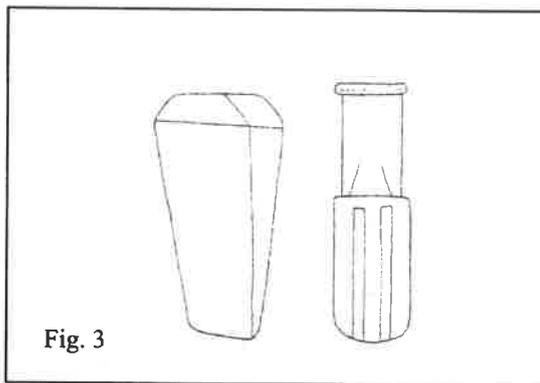

Fig. 3
- Il ne devra pas être utilisé de masses, merlins, coins, haches, présentant des bavures. Celles-ci devront, le cas échéant, être enlevées périodiquement par forgeage ou meulage. (Fig.3)